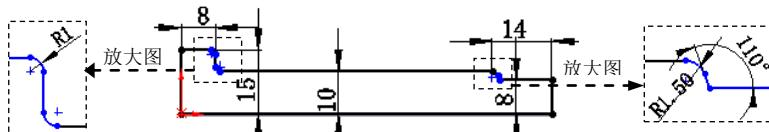

图 12.5.6 边线—法兰 1 草图
(3) 定义法兰参数。
① 定义法兰角度值。在 **角度(A)** 区域的 文本框中输入角度值 90.0。
② 定义长度类型和长度值。在“边线法兰”对话框 **法兰长度(L)** 区域的 下拉列表中选择 **给定深度** 选项，在 文本框中输入深度值 4.0。
③ 定义法兰位置。在 **法兰位置(N)** 区域中单击“材料在内”按钮 .
(4) 单击 按钮，完成边线—法兰 1 的初步创建。
(5) 编辑边线—法兰 1 的草图。在设计树的 边线—法兰 1 上右击，在弹出的快捷菜单中单击“编辑草图”按钮 ，系统进入草图环境。绘制图 12.5.6 所示的边线—法兰 1 的草图。退出草图环境，此时系统完成边线—法兰 1 的创建。